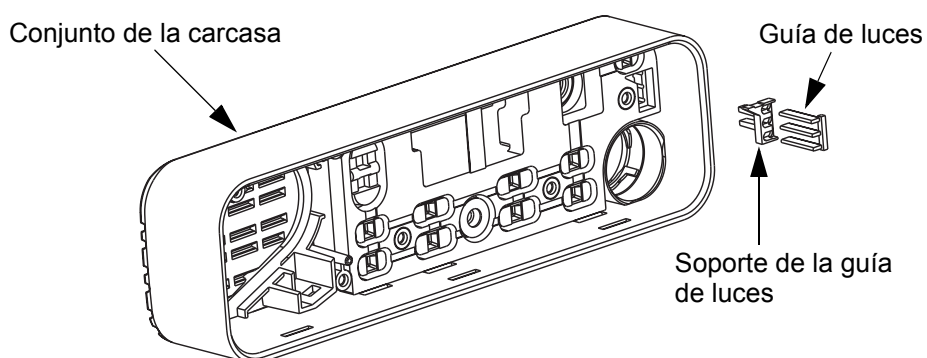

Figura 5-21 Montaje de la guía de luces
3. Monte la guía de luces y el respectivo soporte en la ranura del teclado como se muestra en la Figura 5-21.